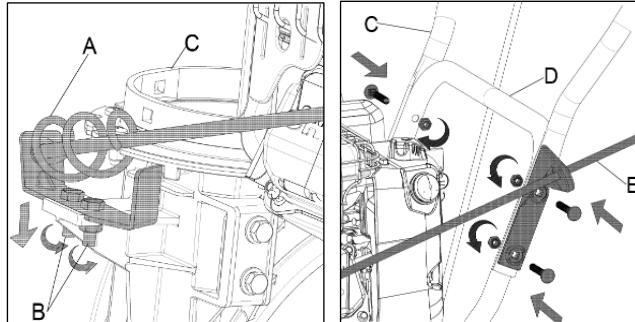

Рис. 3
2. Прикрепите рычаг управления поворотом желоба со стороны шестерни (Рис. 3, А) к основанию желоба (Рис. 3, С) с помощью крепежного болта и гайки, затем затяните гаечным ключом. Убедитесь, что две шестерни полностью совмещены.
3. С левой стороны от рукояток (от оператора), в месте соединения верхней рукоятки с рычагами управления (Рис. 3, С) и нижней рукояткой (Рис. 3, D). С помощью крепежного болта, гайки и шайбы закрепите кронштейн с ручкой управления поворотом желоба (Рис. 3, E), а затем затяните гаечным ключом (Рис. 3, В).